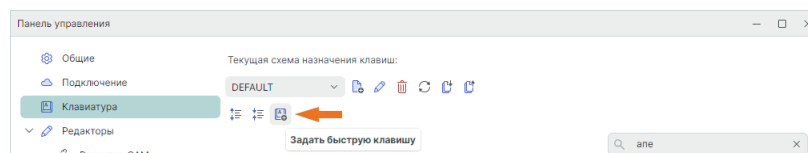

Рис. 69 Переход к назначению быстрой клавиши
2. Выберите действие, для которого необходимо назначить клавишу, и нажмите , см. Рис. 69.